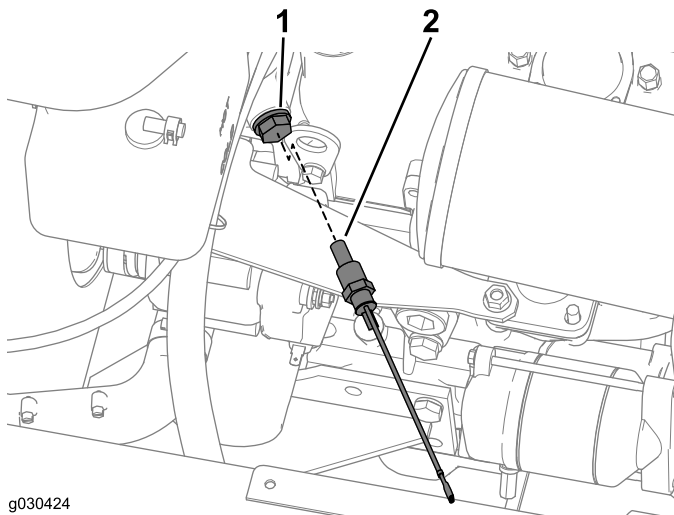

Figura 50
- Localice y retire el tapón del motor como se muestra en la Figura 50.